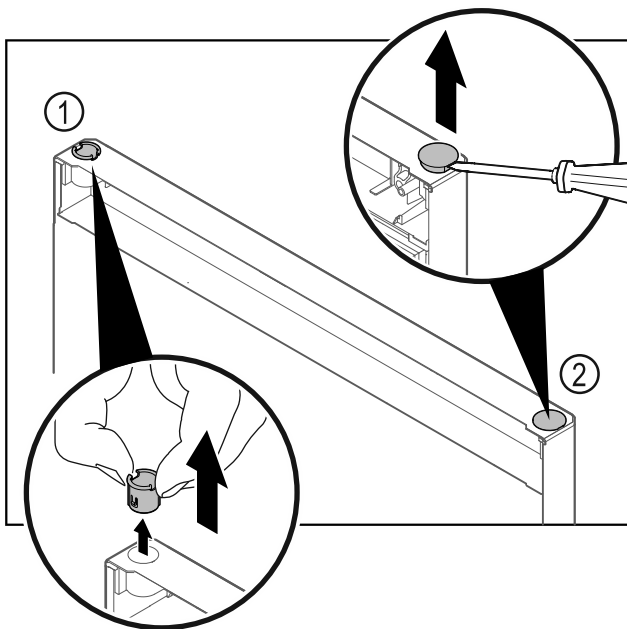

Fig. 29
▶ 用手指拔出合页衬套 Fig. 29 (1)。
▶ 用带槽螺丝刀小心撬起盖塞 Fig. 29 (2)并将其拔出。